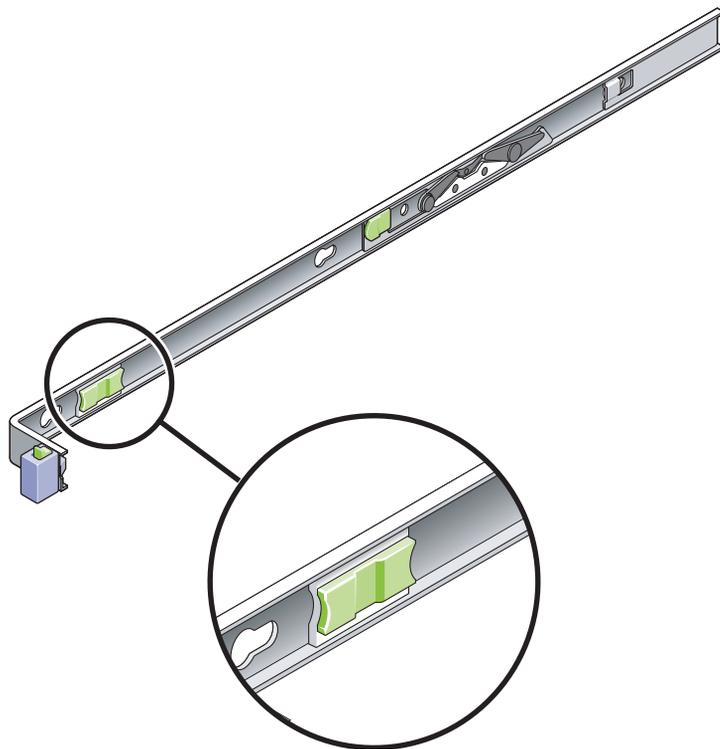

FIGURE 2-24 Bouton de dégagement du rail coulissant
6. Débloquez simultanément les deux boutons de dégagement des rails coulissants (FIGURE 2-24) et poussez le serveur complètement dans le rack.